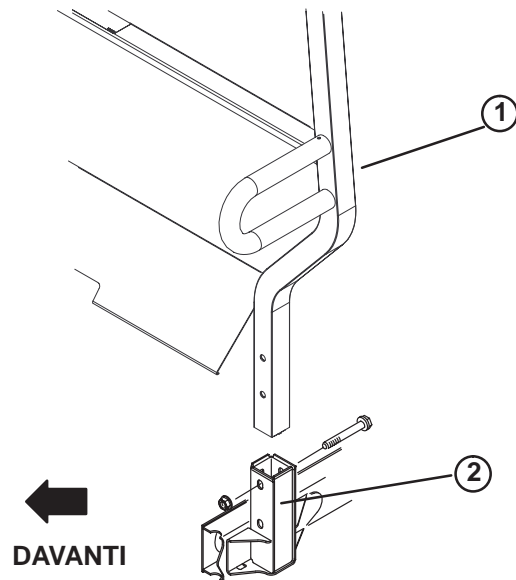

Figura 6
1. Inserite ciascun lato del ROPS nella staffa di montaggio da ciascun lato del telaio del veicolo, nelle posizioni riportate nella figura 6.